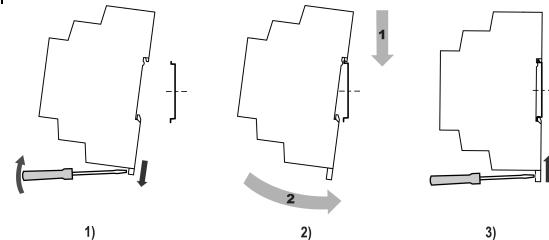

Рисунок 1 – Монтаж прибора
- Вставить отвертку в проушину, оттянуть защелку (см. рисунок 1, 1). Прибор установить на DIN-рейку.
- Прибор прижать к DIN-рейке (см. рисунок 1, 2, стрелки 1 и 2). Отверткой вернуть защелку в исходное положение.